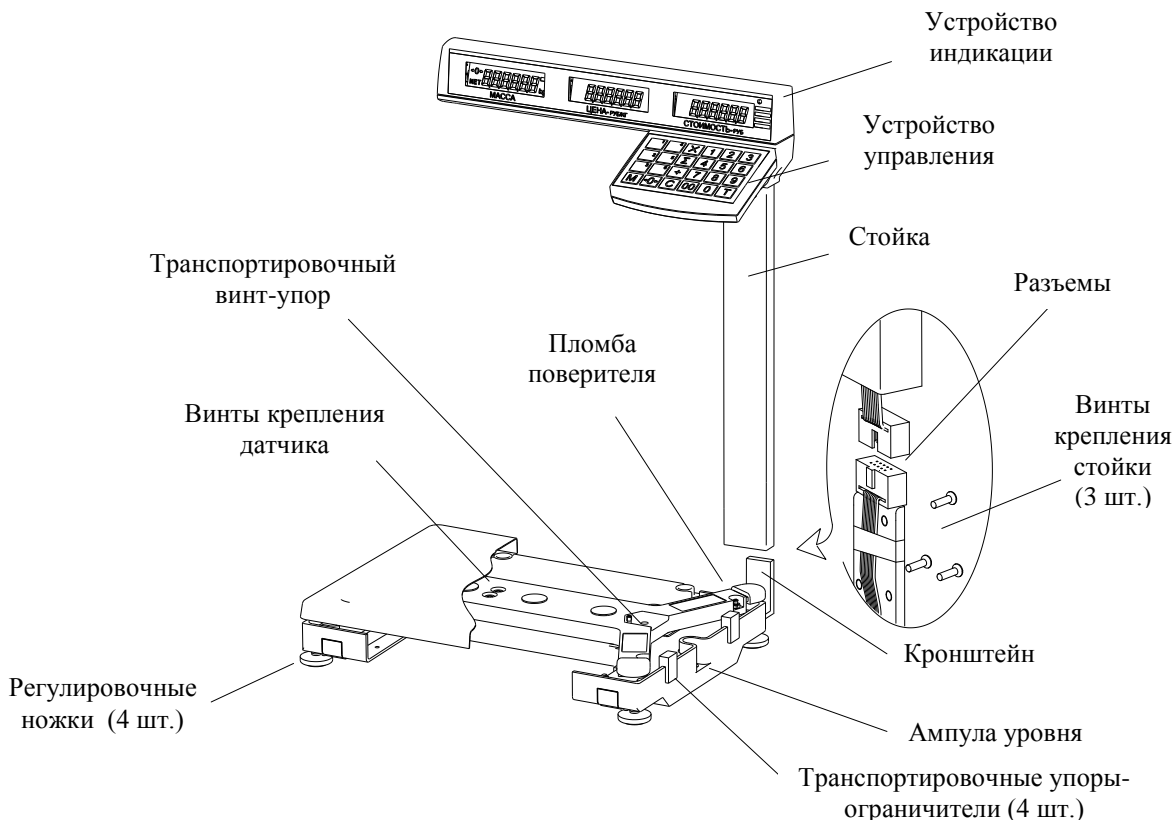
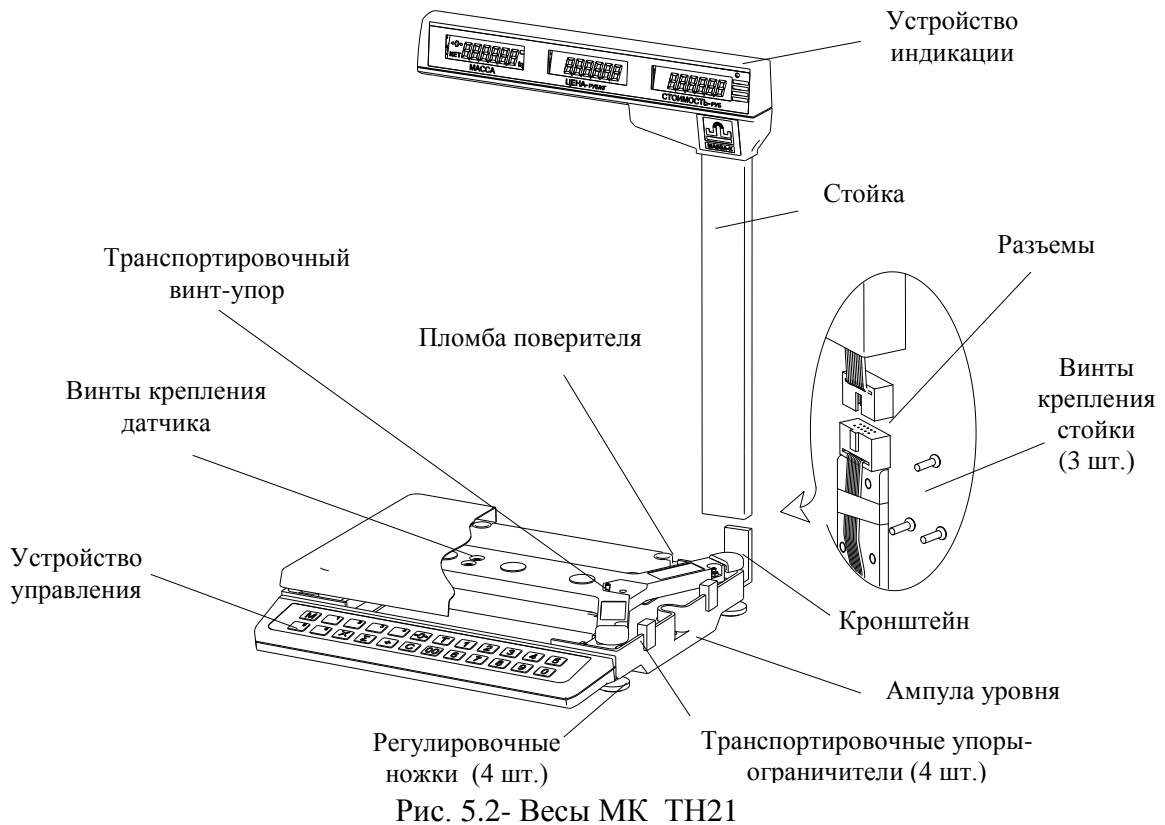
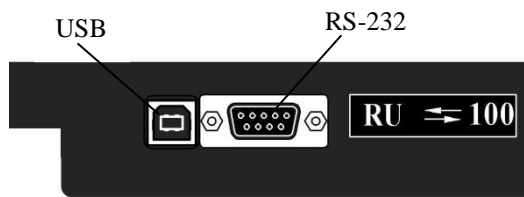

Рис. 5.1- Весы МК\_ТВ21
Рис. 5.2- Весы МК\_ТН21
Рис. 5.3 – Расположение разъемов интерфейсов USB и RS-232 на задней панели весов МК\_ТН21(RU)
Конструкция весов представлена на Рис. 5.1, Рис. 5.2. Расположение разъемов весов МК\_ТН21(RU) – на Рис. 5.3 Назначение кнопок клавиатуры и элементов индикатора приведено в Табл. 5.1, Табл. 5.2.
6.2 Снять грузоприемную платформу с весов и убрать транспортировочные упоры-ограничители (Рис. 5.1, Рис. 5.2).